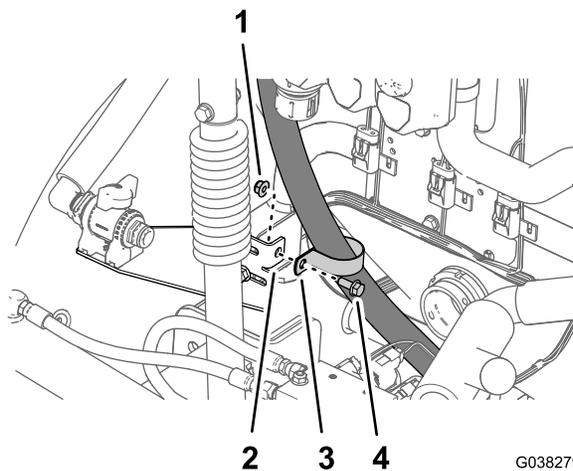

図 72
6. 散布用給液ホースを、攪拌バルブブラケットのタブに固定する 図 72 フランジヘッドボルト 5/16 x $\frac{3}{4}$ インチとフランジロックナット 5/16 インチを使用する。